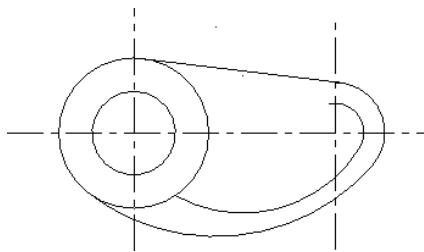

图 3-96 打开示例图形
- 01 在“文件”工具栏中单击“打开文件”按钮，打开光盘中“第 03 章\3.4.7 经过一点与圆相切实例.MCX-7”，如图 3-96 所示。